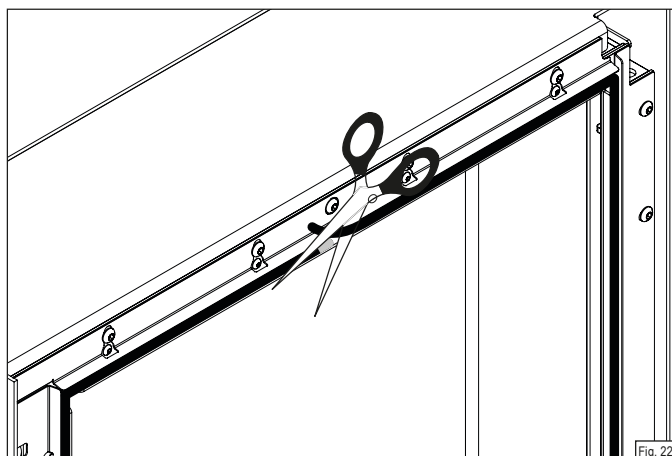
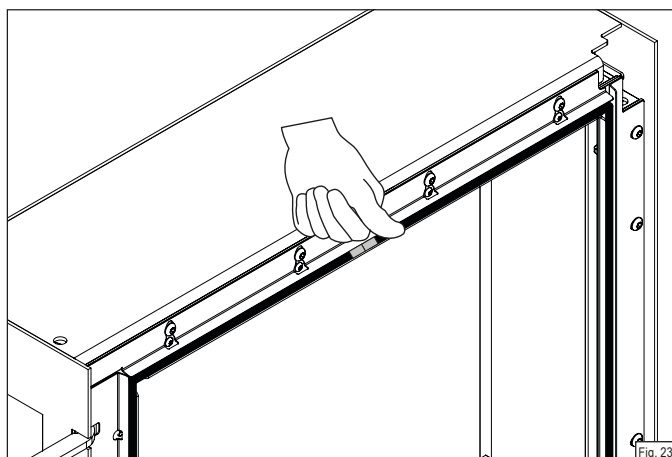
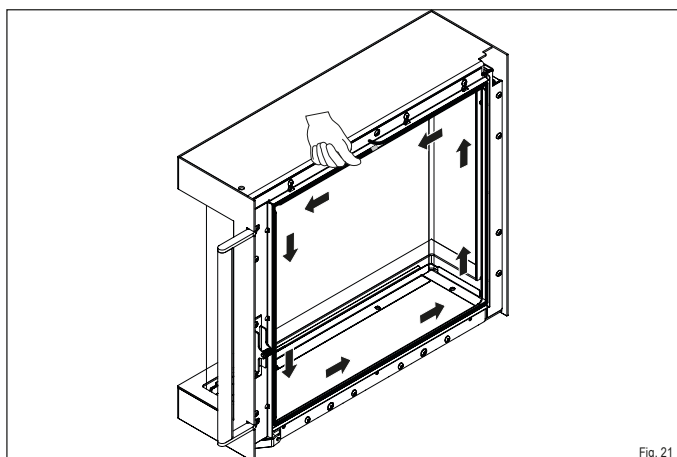

Fig. 22
Fig. 23
Fig. 21
- **Commencez à poser le joint au milieu du guide, dans la zone supérieure de la porte du foyer. Appuyez uniformément sur le joint dans le guide (Fig. 21). Laissez dépasser l'extrémité un peu et coupez le joint à ras (Fig. 22).**
- **Enveloppez également l'extrémité avec du ruban de cuivre (Fig. 21) et appuyez sur le joint dans le guide (Fig. 23).**